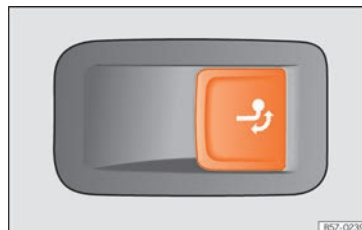

Abb. 297 Auf der rechten Seite im Gepäckraum: Taste zur Entriegelung des Kugelpopfes.
- Ziehen Sie kurz an der Taste »» Abb. 297. Der Kugelkopf wird automatisch entriegelt und dreht selbsttätig heraus. Die Kontrollleuchte der Taste blinkt »» Abb. 297.
- Ziehen Sie kurz an der Taste »» Abb. 297. Der Kugelkopf wird elektrisch entriegelt.
- Drehen Sie den Kugelkopf unter den Stoßfänger bis er hör- und fühlbar einrastet und die Kontrollleuchte der Taste »» Abb. 297 dauerhaft leuchtet.
- Wenn die Kontrollleuchte der Taste »» Abb. 297 blinkt, ist der Kugelkopf noch
- Drücken Sie keinesfalls die Taste »» Abb. 297, wenn ein Anhänger oder ein Gepäckträger oder anderes Zubehör auf dem Kugelkopf eingehängt ist.